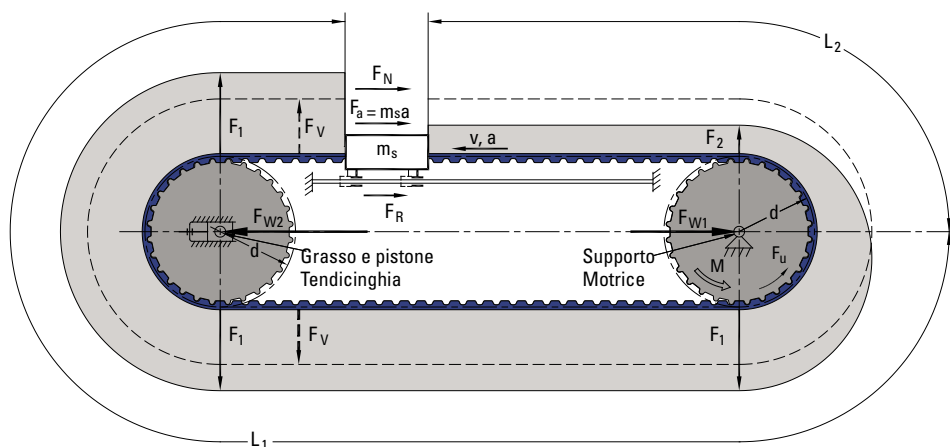

Fig. 3
Il T_e per applicazioni di posizionamento lineare è dato principalmente dalla somma dei sei fattori seguenti (v. Fig. 3).
2. La forza di attrito F_f tra il cursore e la guida lineare viene determinata per via sperimentale o in base ai dati forniti dal costruttore del cuscinetto. Altri fattori che incidono sulla forza di attrito sono le perdite di appoggio prodotte da grasso e sporcizia nei cuscinetti, dal pistone e dai supporti (v. Fig. 3)
(v. Fig. 3)